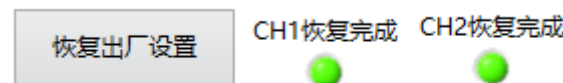

图 5.3.9 芯片恢复出厂设置
- 单击“恢复出厂设置”按钮，擦除芯片内部原有角度编程数据。（若芯片为首次编程，可跳过此步骤以简化操作步骤节省编程时间。）擦除完成后“恢复完成”指示灯变为绿灯常亮（图 5.3.9）。